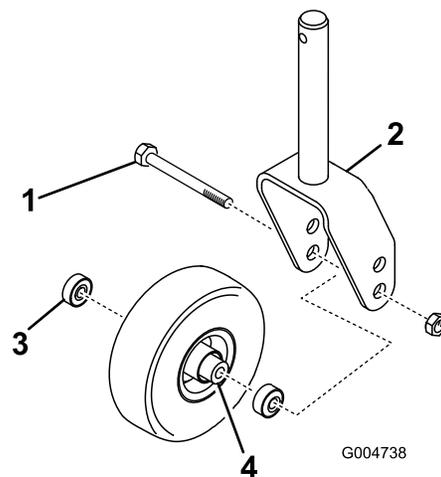
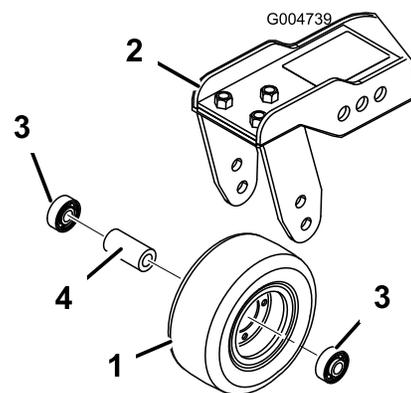

Рисунок 80
Рисунок 81
1. Снимите контргайку с болта, удерживающего узел поворотного колеса между вилкой (Рисунок 80) или рычагом поворотного колеса (Рисунок 81). Захватите поворотное колесо и выньте болт из вилки или поворотного рычага.
2. Извлеките подшипник из ступицы колеса и дайте выпасть распорной втулке подшипника (Рисунок 80 и Рисунок 81). Снимите подшипник с противоположной стороны ступицы колеса.